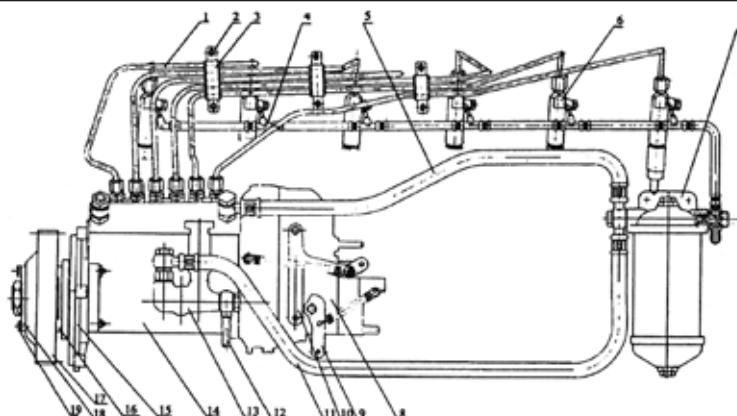

Рис. 2.5 Топливная система
2.8. Топливная система (рис. 2.5)